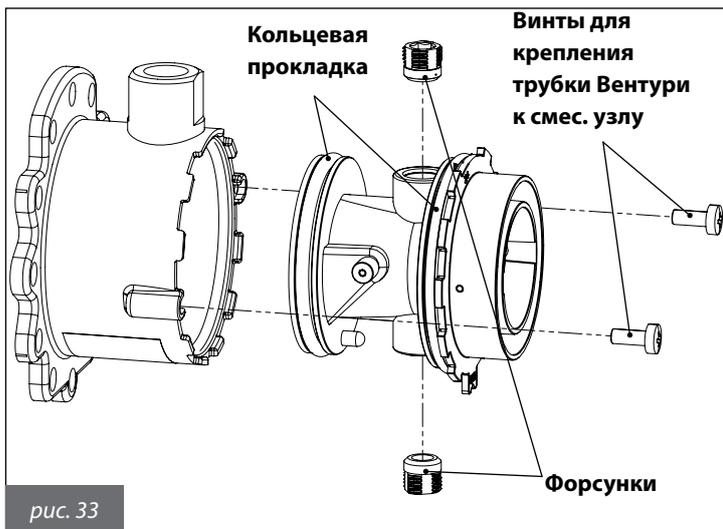
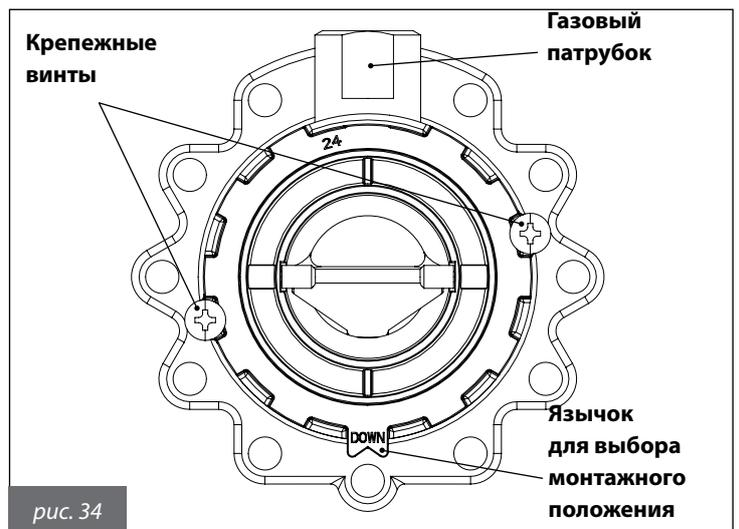

рис. 33
рис. 34
- Отвинтить два винта и вытащить пластмассовый корпус смесительного узла (рис. 33).
- Используя шестигранный ключ, вывинтить две форсунки диаметром 6 мм (рис. 33).
- Вставить пластмассовый корпус (трубку Вентури) в смесительный узел и зафиксировать его крепежными винтами, **обращая внимание на то, чтобы не повредить кольцевые прокладки, расположенные по краям пластмассового корпуса** (рис. 33), и правильно выбрать монтажное положение (рис. 34).
- Закрепить смесительный узел на вентиляторе с помощью шестигранных винтов, не забыв установить между ними уплотнительное кольцо (рис. 33).
- Отрегулировать уровень содержания углекислого газа (CO₂) в дымовых газах, вращая регулятор «offset» **С** (рис. 34), и удостовериться, что его величина находится в пределах, указанных в табл. 20.